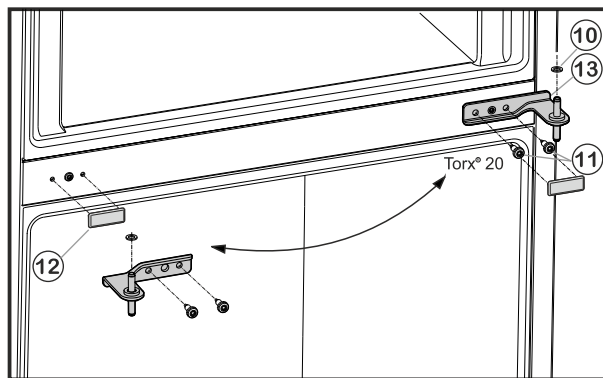

Fig. 6
- ▶ Svitare le viti di fissaggio Fig. 6 (11) (2 viti Torx® 20) e sfilare il cuscinetto di supporto centrale dalla porta inferiore.
- ▶ Rimuovere la rondella in plastica Fig. 6 (10).
- Estrarre con cautela la copertura Fig. 6 (12).
- Riapplicare la copertura Fig. 6 (12) sul lato opposto.
- Inserire il cuscinetto di supporto centrale Fig. 6 (13) ruotato di 180° nella porta inferiore e avvitare usando le viti di fissaggio Fig. 6 (11) (2 viti Torx® 20) sul nuovo lato della cerniera (**applicando 4 Nm**).
- Applicare nuovamente la rondella in plastica Fig. 6 (10).
- Posizionare la porta superiore sul cuscinetto di supporto centrale Fig. 6 (13).